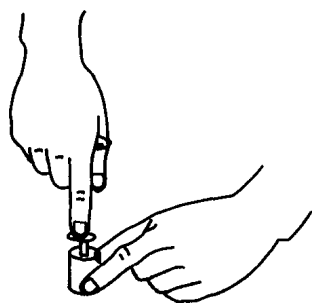

图 1-4 橡皮塞的钻孔
(2) 塞子的保护：为了使塞子紧密、耐久和增强耐腐蚀性能，可采用下面两种方法将塞子进行处理。将软木塞先在 3 份皮胶、5 份甘油和 100 份水的溶液中浸泡 15~20 min 溶液的温度应保持在 50°C 。取出干燥后，再用 25 份凡士林和 75 份石蜡的熔融混合物浸泡几分钟。② 将橡皮塞放在温度为 100°C 的熔化石蜡中浸泡 1 min。若用来通有腐蚀性气体（如氯气）的橡皮管也应这样处理。
(3) 塞子的钻孔和装配：在装配仪器时，常需在塞子中插入温度计或其他玻璃管，这就需要在塞子上钻孔。钻孔的大小应保证使温度计或管子能够插入，并且又不会漏气。软木塞钻孔时，打孔器的外径应略小于所装管子的口径。钻孔时，打孔器要垂直均匀地从塞子的小端旋转钻入（图 1-4），避免把孔眼打斜。当钻至塞子的 $1/2$ 时，旋出打孔器，捅出其中的塞芯，再从塞子的大端对准原钻孔位置把孔钻透。若用钻孔机，要把钻头对准塞子小端的适当位置，摇动手轮，直至钻透为止，然后再反向转动，退出钻头。在给橡皮塞钻孔时，钻孔器应刚好能套在要插入橡皮